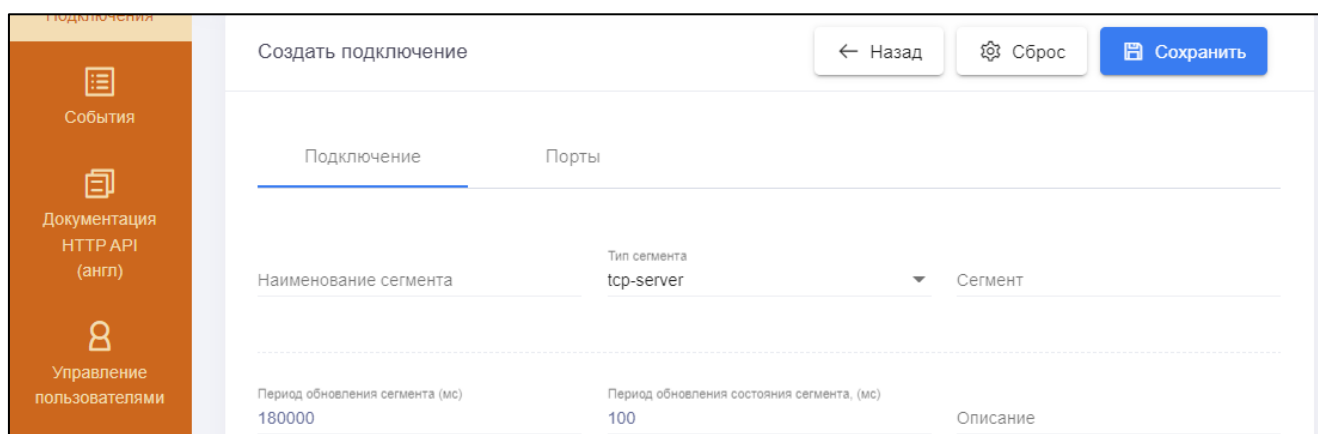

Рисунок 2.5 – Создание нового подключения. Вкладка «Подключение»
2.3.1.3 Для выхода из интерфейса СПО необходимо нажать на кнопку «» в правом верхнем углу и в появившемся окне (рисунок 2.5) нажать «Выход».
На странице подключений нажать кнопку «Создать подключение». Откроется страница настройки нового подключения (рисунок 2.5).